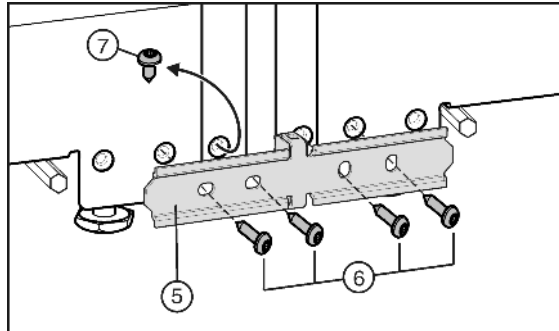

Fig. 6
- ▶ Falls Ihr Gerät mit der vormontierten Schraube Fig. 6 (7) ausgestattet wurde: Schraube herausdrehen.
- ▶ Verbindungsblech Fig. 6 (5) an einem Gerät mit zwei Schrauben Fig. 6 (6) locker befestigen.